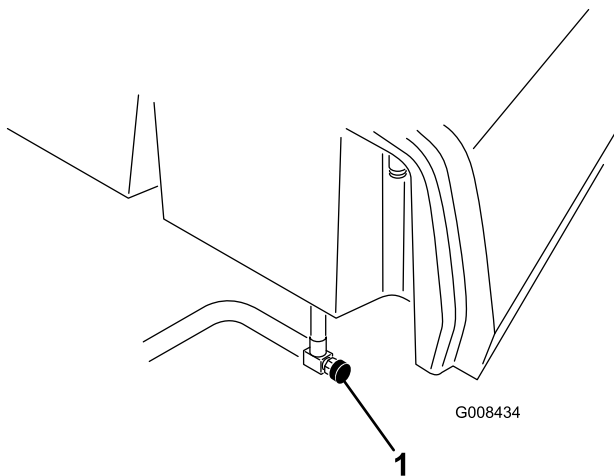

Рисунок 39
1. Закройте топливный запорный клапан, расположенный под топливным баком (Рисунок 39).